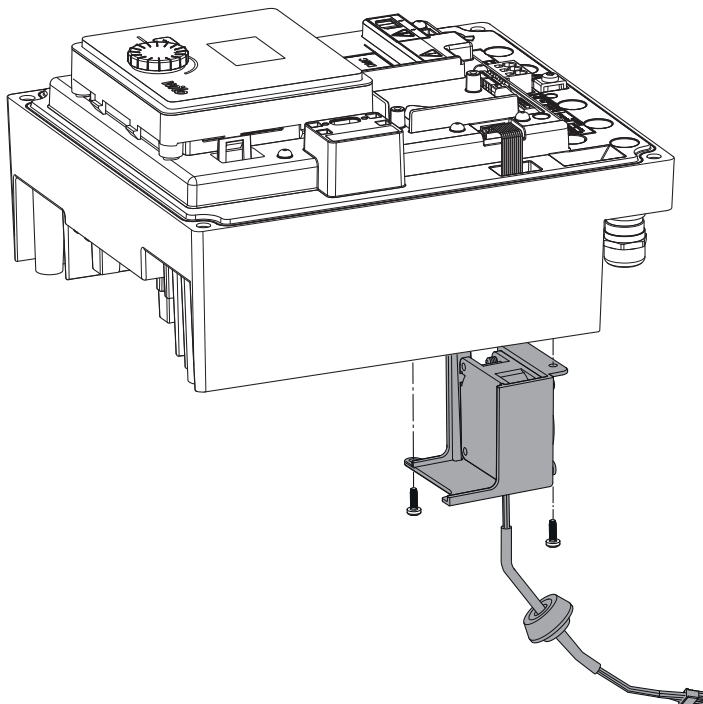

Fig. 45: Mooduli ventilaatori eemaldamine koos kaabli ja kummitihendiga
- Avage elektronikamooduli kate. (Fig. 45).